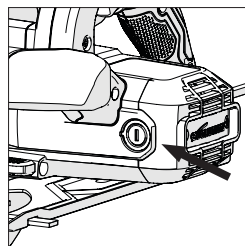

Fig. 17
- Desfaceți capsele de plastic din spatele carcasei motorului. (**Fig. 17**) Avei grijă, căci capsele sunt cu arc.